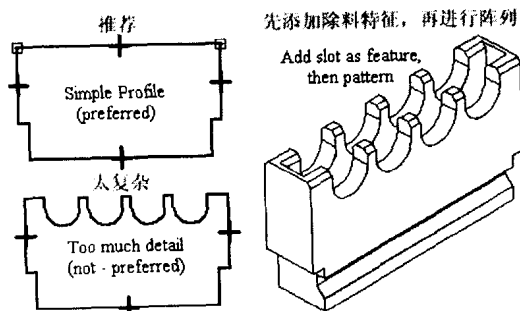
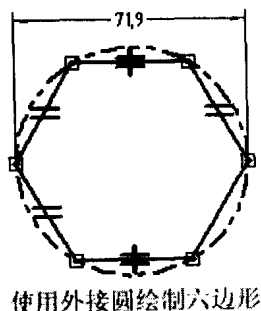

图 1-5 简化轮廓
图 1-6 借助辅助线
(1) 力求简单: 如图 1-5 所示, 避免在轮廓中建立不必要的细节, 有关细节可以使用后处理命令来建立。
(2) 比例协调: 绘图时, 应尽可能使所建立的轮廓与实际图形接近。所画轮廓的大小可控制在实际尺寸的 75% 左右, 这样将便于对轮廓形状进行控制, 尺寸驱动图形时不会变形太多。
(3) 借助辅助线: 如图 1-6 所示, 有时借助辅助元素, 将使操作变得更容易。